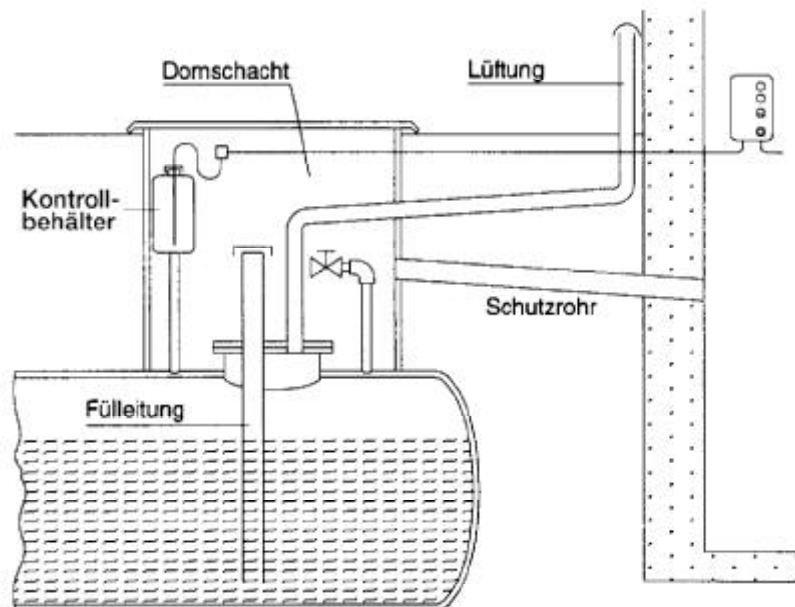

Bild 3: Unterirdischer Heizöllagertank
- Verlegung im flüssigkeitsdichten und einsehbaren Schutzrohr (Bild 3) oder als
- Der Domschacht (Bild 3) muss flüssigkeitsdicht ausgeführt sein.